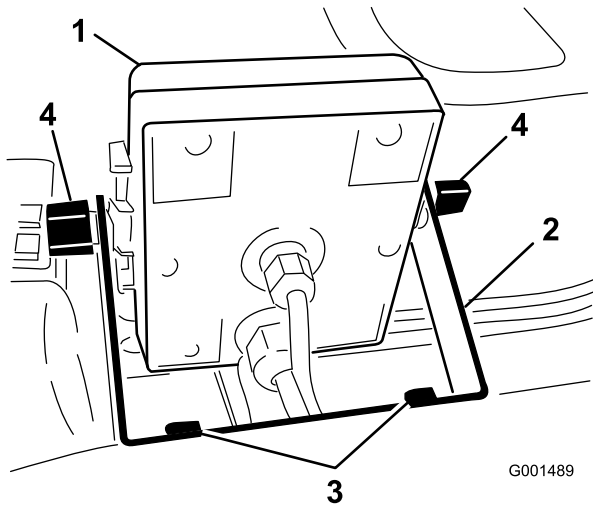
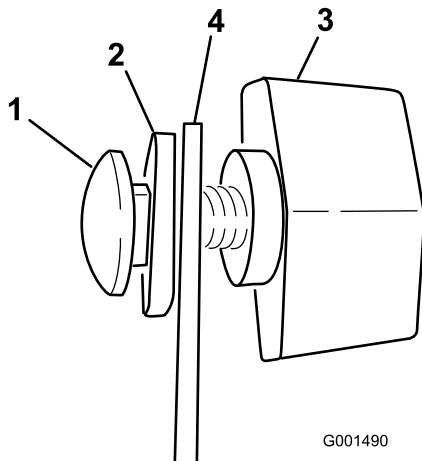

Figura 5
Figura 6
2. Instale el soporte del monitor en el salpicadero (Figura 5) usando 2 pernos con arandela prensada (1/4 x 3/4 pulgada) y 2 tuercas con arandela prensada (1/4 pulgada).
6. Instale el monitor Spray Pro sobre las cabezas de los pernos de cuello cuadrado (Figura 5) y apriete los pomos para fijarlo.
3. Instale sin apretar los 2 pernos de cuello cuadrado, arandelas de goma y pomos en el soporte de la manera indicada en las Figuras Figura 5 y Figura 6.